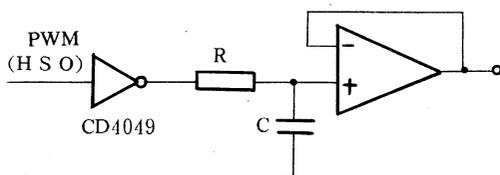

图 1 利用 PWM 或 HSO 实现 D/A 电路
10. 带有脉宽调制输出 PWM,它不占用 CPU 时间。利用 PWM 外加积分电路还可实现 D/A 转换,见图 1。
12. 具有 6 个高速输出 HSO 引脚。HSO 的各引脚都可由软件设定,设定在何时、输出何种电平(高或低),在规定时刻在规定引脚输出规定电平的同时还可发回中断申请信号。HSO 还可用来实现高精度 D/A 转换器,见图 1。